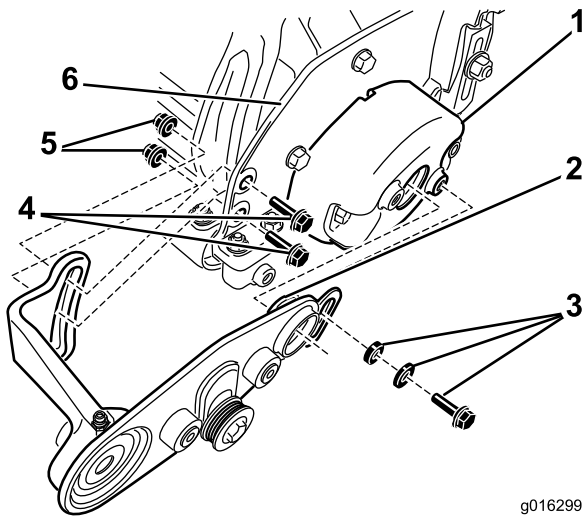

Figura 5
6. Instale o anel de retenção no piloto no apoio da escova direita; consulte Figura 5.
- Aplique uma leve camada de lubrificante no anel de retenção no piloto do apoio da escova direita; consulte a Figura 5.
- Insira o piloto no peso e prenda o lado frontal do apoio da escova direita ao cubo no contrapeso com um espaçador de rolamento, uma anilha e um parafuso com rosca de bloqueio (Figura 5).
- Instale o lado traseiro do apoio da escova direita no interior da placa lateral da unidade de corte com dois parafusos sextavados e duas porcas flangeadas (Figura 5).